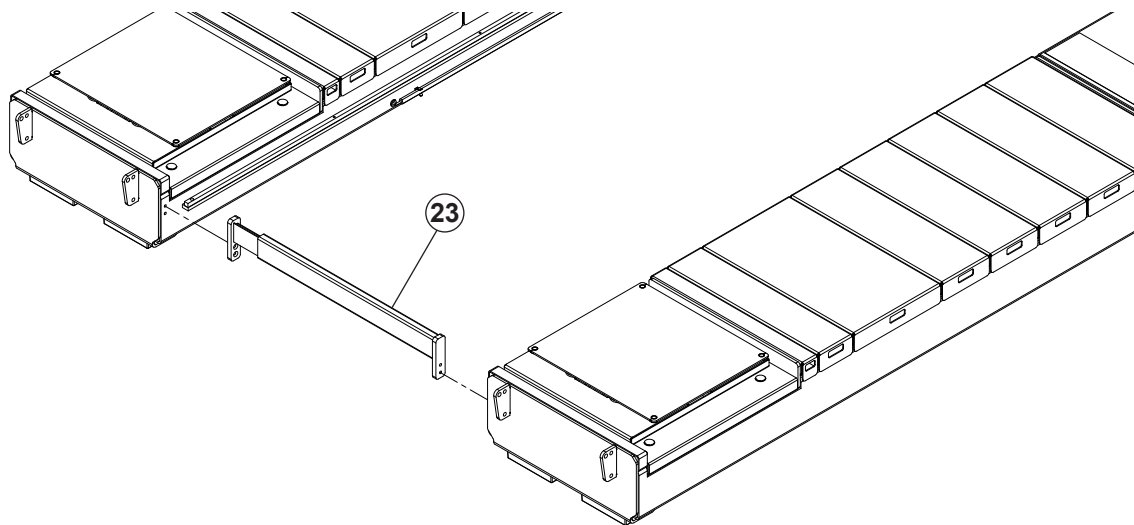

Fig.28/B
2.15 Sollevatore incassato (fig. 28/A)
- Montare i supporti rampe (8) con le apposite rondelle (9) e le viti (10).
- Montare le semirampe basculanti (17) con i relativi perni (12), rondelle e seeger (13).
- Inserire le clips (18) all'interno delle apposite sedi.